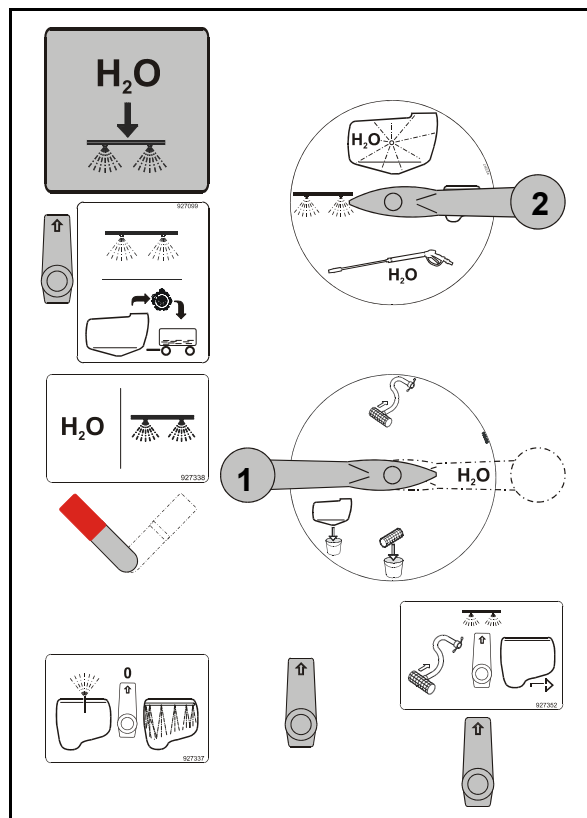

Bild 213
3. Placera VARIO-kran-sug (Bild 213/1) i position "**Utspädning**".
4. Placera VARIO-kran-tryck (Bild 213/2) i position "**Sprutning**".